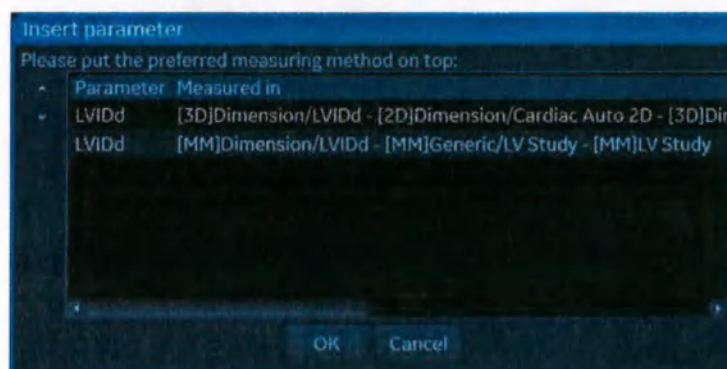

Рис. 10-12. Список параметров
5. Если выбранный параметр может быть измерен/вычислен различными методами, отобразится запрос на выбор одного из возможных вариантов (Рис. 10-12). Переместите выбранный параметр в первую позицию отображаемого списка и нажмите **ОК**.